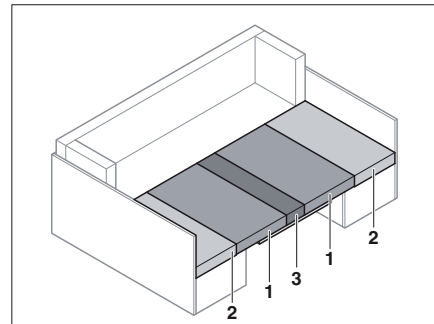

Fig. 73 Après la transformation
- Tirer les coussins d'assise (Fig. 73,1) vers le centre.
- Placer les coussins de dossier (Fig. 73,2) entre les coussins d'assise (Fig. 73,1) et la paroi extérieure.
- Placer le coussin supplémentaire (Fig. 73,3) entre les coussins d'assise (Fig. 73,1) sur la table.